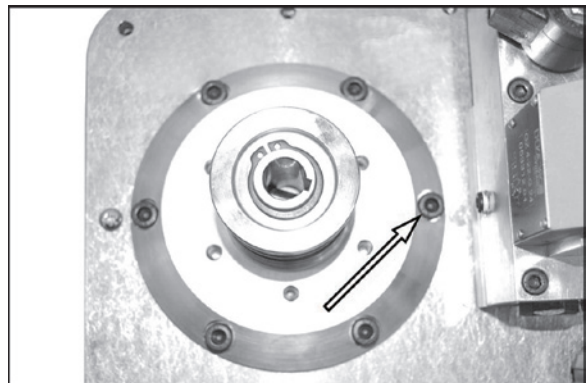

Figura 73.
4. Vedere la Figura 73. Rimuovere i sei bulloni dell'adattatore e l'adattatore.